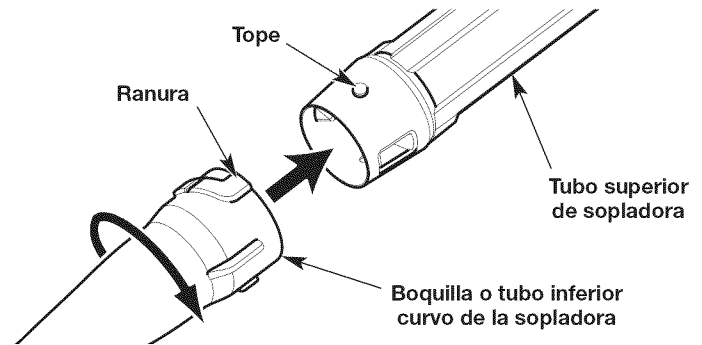
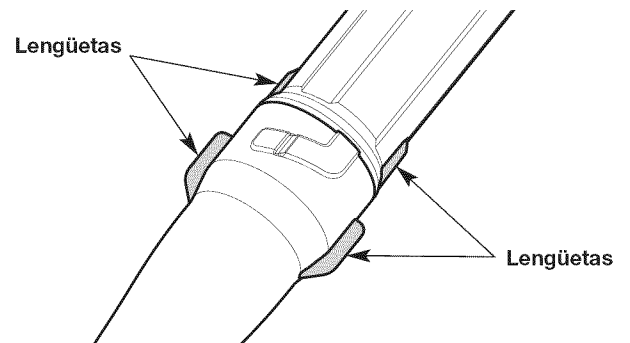

Fig. 2
Fig. 3
1. Alinee las ranuras de la boquilla o del tubo inferior curvo de la sopladora con los topes del extremo inferior del tubo superior de la sopladora (Fig. 2).
2. Instale la boquilla o el tubo inferior curvo de la sopladora sobre el tubo superior de la sopladora (Fig. 2).
3. Mientras sostiene el tubo superior de la sopladora, gire la boquilla o el tubo inferior curvo hacia la derecha hasta que calce en su lugar (Fig. 2). Las lengüetas del tubo superior de la sopladora deben alinearse con las lengüetas de la boquilla (Fig. 3).